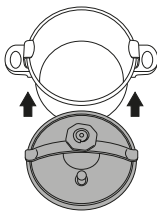

Fig. 2
- 2) Antes de fechar a panela, deverá rodar o manípulo no sentido contrário ao da flecha de modo a ajustar o travessão à tampa. De seguida faça deslizar a tampa na posição horizontal ao longo do bordo da panela, de maneira a que o travessão encoste nas asas de inox. Verifique que a tampa se encontra bem colocada. **Fig. 2**